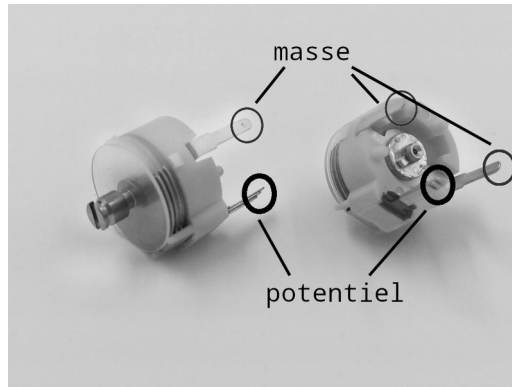

Figure 8: Les pattes du condensateur variable
7. Soudez le condensateur variable. Le condensateur variable a trois pattes. Sur la Figure 8 ci-dessous, on voit les trois pattes du condensateur. Les broches entourées d'un cercle gris doivent être reliées à la masse (donc soudées sur la plaque de cuivre). La patte entourée en noir (et composée de plusieurs petites languettes) doit être reliée au potentiel du haut à droite (voir Figure 4) .